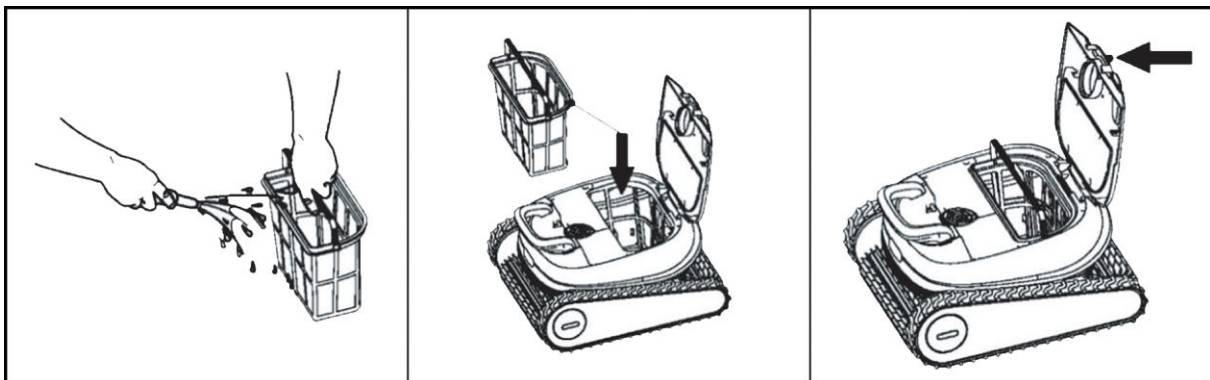

Fig. 6
- Elimine toda la suciedad y el agua que haya dentro del robot de piscina (Fig. 6).